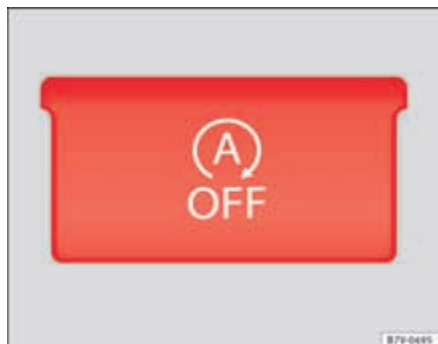

Fig. 138 Detalle de la consola central: tecla para el funcionamiento Start-Stop.
- Pulse la tecla  en la consola central ⇒ página 207, fig. 138.